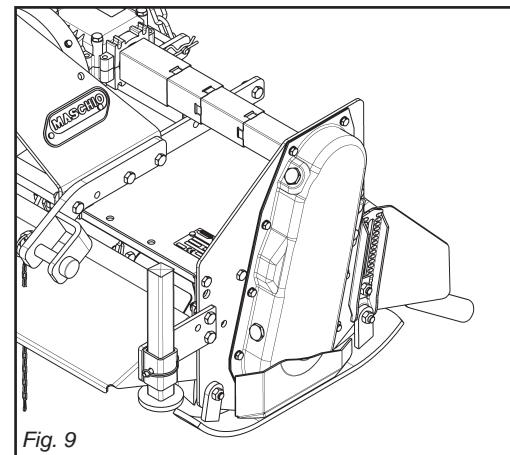

Fig. 9
5) Position the support foot as shown in the figure 9.
5) Positionnez le pied d'appui (voir Fig. 9).
5) Den Stützfuß wie in Abb. 9 gezeigt anordnen.